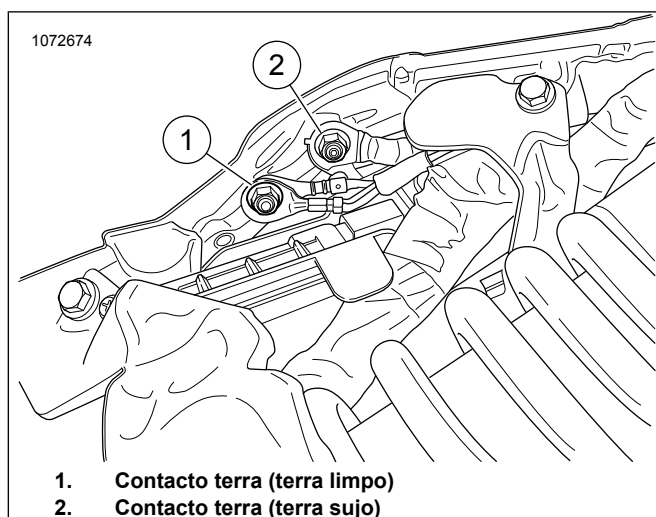

Figura 23. Terra do quadro
Ver Figura 23. Encaminhe e conecte o fio terra do ATM ao contacto terra **limpo** traseiro (1). Aperte com um binário de: